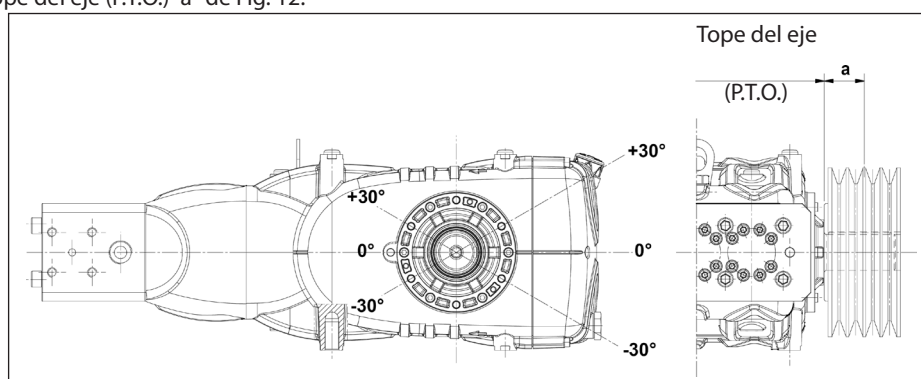

Fig. 12
La transmisión es considerada adecuada si tal carga es aplicada a una distancia máxima $a = 40$ mm del tope del eje (P.T.O) como se indica en la Fig. 12.
- b) Utilizar correas de alto rendimiento –por ejemplo **XPB** en lugar de **SPB**– ya que resultará necesario una cantidad inferior de correas en paridad de potencia transmitida y una consecuente distancia inferior de la resultante con respecto al tope del eje (P.T.O.) “a” de Fig. 12.
- e) Seguir la dirección del tiro de la correa como se indica en la Fig. 12 para exigencias diferentes ponerse en contacto con la **Oficina Técnica** o el **Servicio de Asistencia al Cliente**.